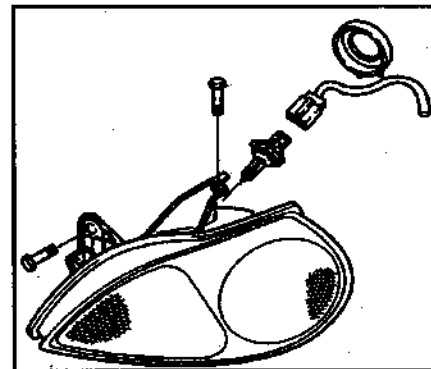

Рис. 125. Снятие лампы фары на четырёхдверных моделях
4. Извлеките лампу из трех пазов на фаре (рис. 125).